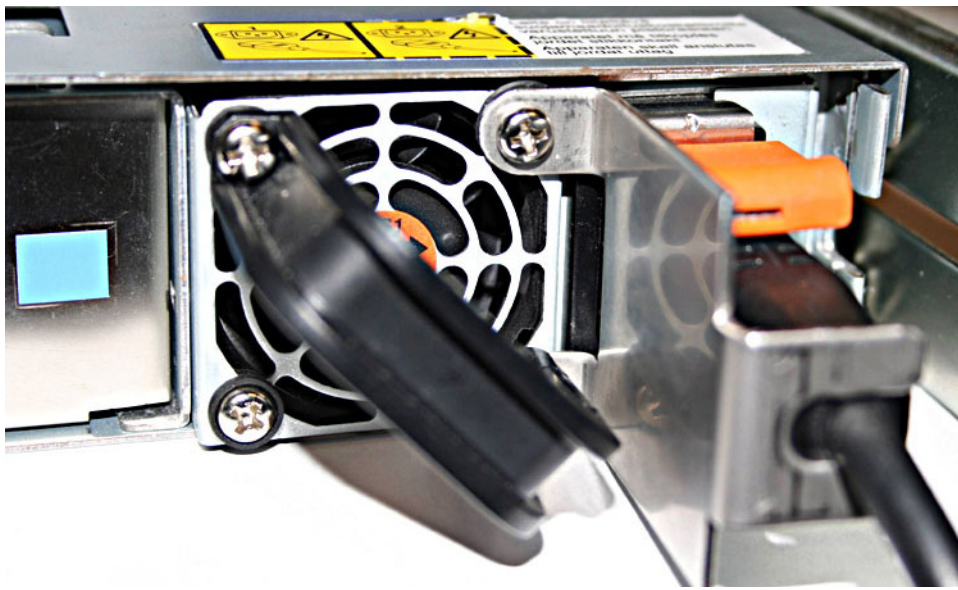

図 22. ケーブル保持ブラケットが取り付けられている SAN ボリューム・コントローラー 2145-8G4
1. 電源機構の背面プレート右側にある 2 つの留めねじを慎重に取り外します (図 22 を参照)。